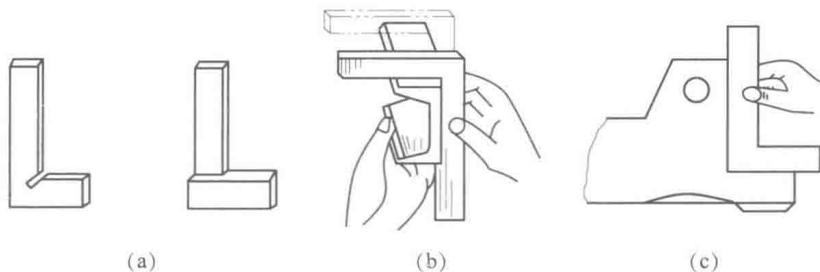

图1-16 直角尺
(1) 直角尺。直角尺两尺边内侧和外侧均为准确的 90° ,测量零件时角尺宽边与基准面贴合,以窄边靠向被测平面,以塞尺检查缝隙大小来确定垂直度误差,如图1-16所示。